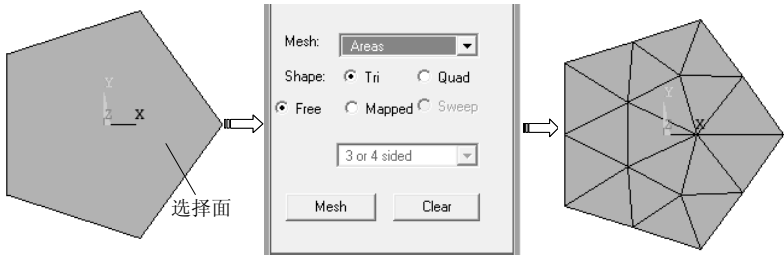

图 3-58 划分面网格
6) 选择 “Main Menu>Preprocessor>Meshing>Mesh Tool” 命令, 弹出 “Mesh Tool” 对话框, 选中 “Mesh” 为 “Areas”, 选择 “Free” 单选项, 单击 “Mesh” 按钮, 弹出 “Mesh Areas” 对话框, 选择划分网格的面, 单击 “OK” 按钮完成网格划分, 如图 3-58 所示。